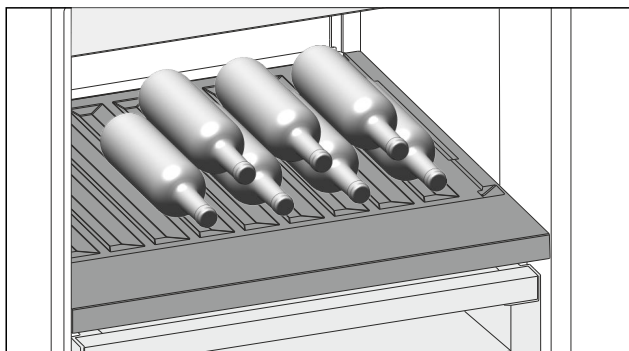

Fig. 206 Примерное изображение
- ▶ Бутылки укладывайте дном к задней стенке. (см. Fig. 206)